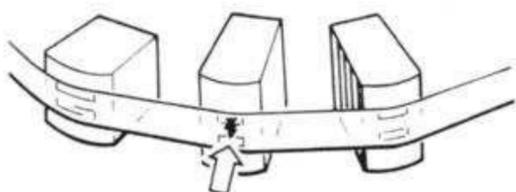

Figure 2
- Tournez les bobines à la main de manière à ce que la marque coïncide exactement avec la tête d'enregistrement, voir fig. 2.